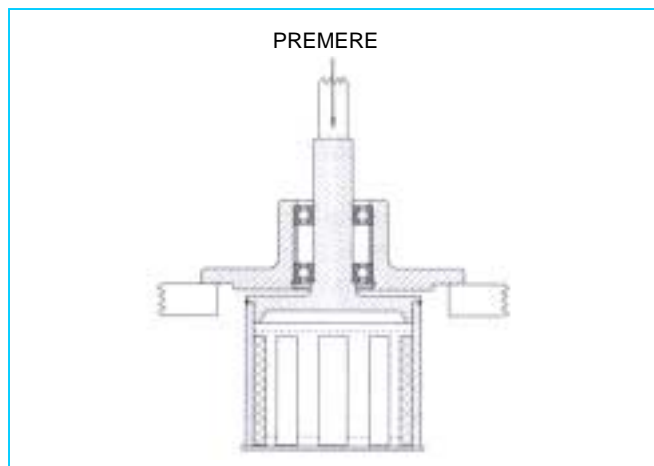

FIGURA 24
2. Rimuovere dall'albero l'anello di bloccaggio esterno, mettere l'unità nella pressa e spingere fuori l'albero come mostrato in **Figura 24**. Sostenere l'estremità del magnete esterno per evitare che possa cadere ed eventualmente danneggiarsi.